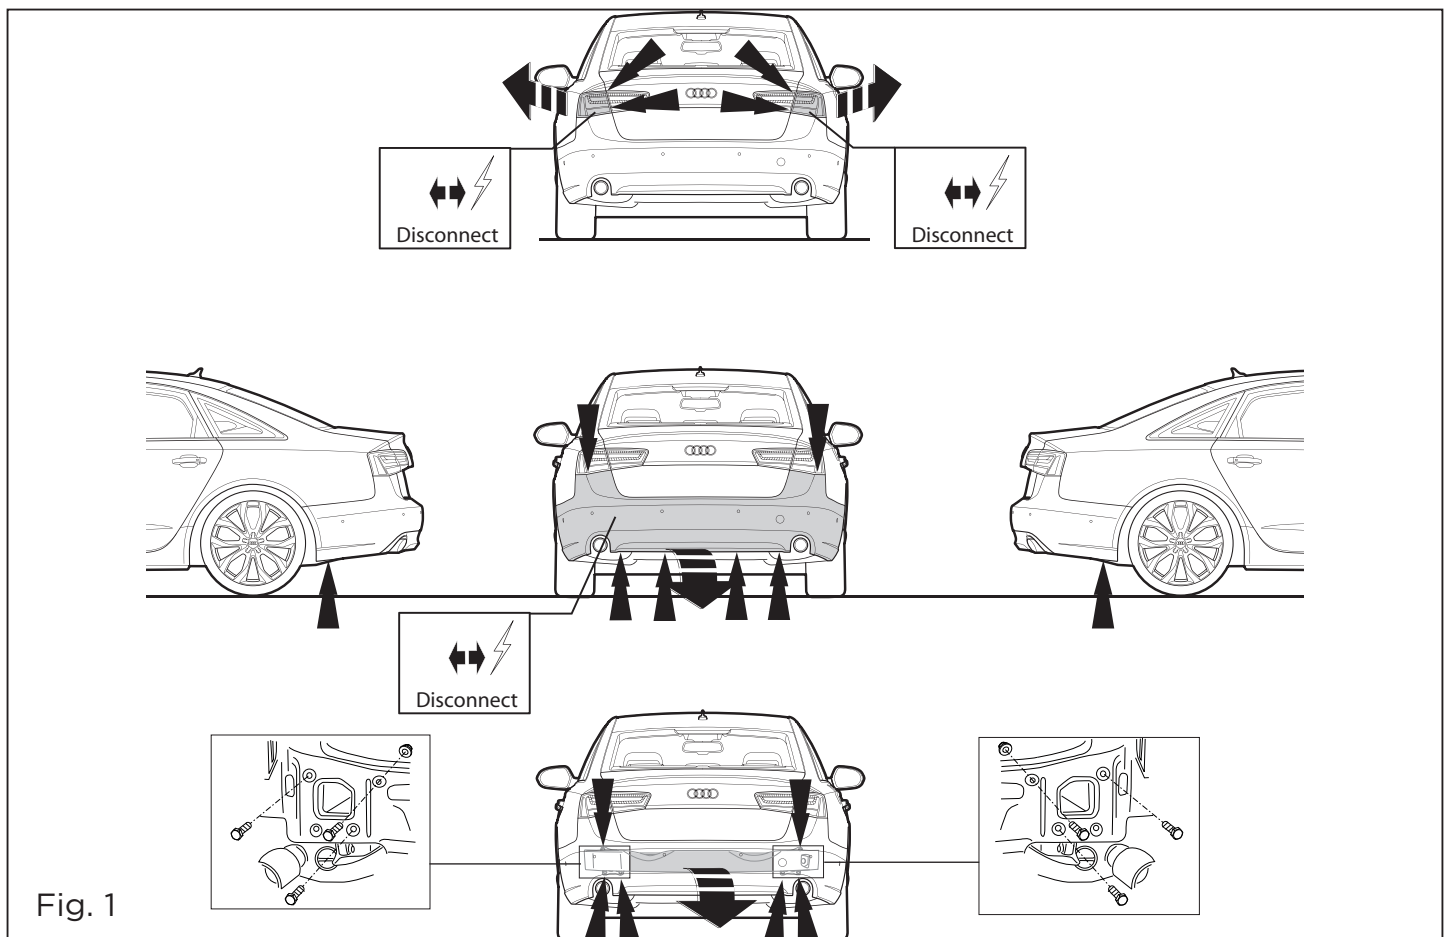

Fig. 1
1. Remove the rear-light units. Remove the bumper and the steel buffer beam from the vehicle. The buffer beam will no longer be needed. Replace the bolts. See figure 1/ 1a.
1. Die Rücklichter abmontieren. Die Stoßstange einschließlich des stählernen Stoßbalkens vom Fahrzeug abmontieren. Der Stoßbalken wird nicht mehr benötigt. Schrauben wieder anbringen Siehe Abbildung 1/ 1a.
1. Снять оба блока задних фар. Снять бампер вместе со стальными брызгами брусом автомобиля; брызговики брус больше не понадо- бится. См. рисунок 1/1а.
1. Démontez les feux arrière. Déposer le pare-chocs du véhicule y compris la traverse en acier ; la traverse ne sera plus utilisée. Remettre les boulons de fixations en place. Voir la figure 1/1a.